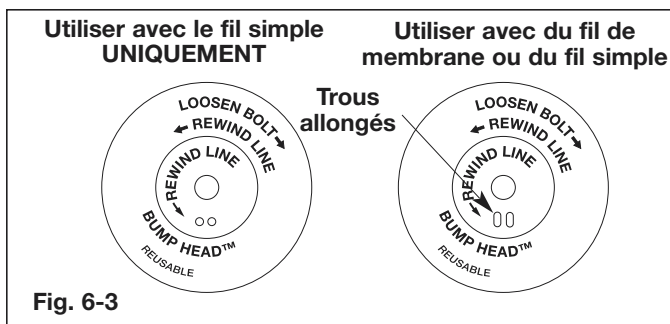

Fig. 6-3
**REMARQUE :** le fil de membrane peut être utilisé seulement avec le moulinet intérieur à trous allongés. Le fil simple peut être utilisé avec les deux sortes de moulinet intérieur. Identifiez votre type de moulinet en vous référant à la figure 6-3.